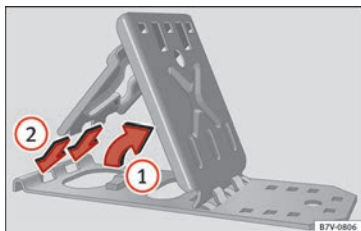

Fig. 101 Desplegar los calzos plegables.
- Levante la placa de apoyo » fig. 101 ①.
- Introduzca las dos “pestañas” de la placa de fijación en los orificios alargados de la placa soporte ②.